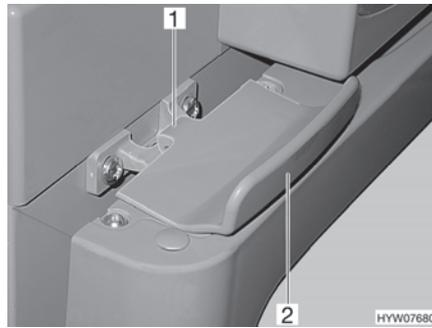

Bild 134 Verriegelung der Kühlschranktür, geschlossen (Thetford)
- Kühlschranktür am Griff (Bild 134,2) öffnen. Die Verriegelung (Bild 134,1) wird automatisch gelöst.